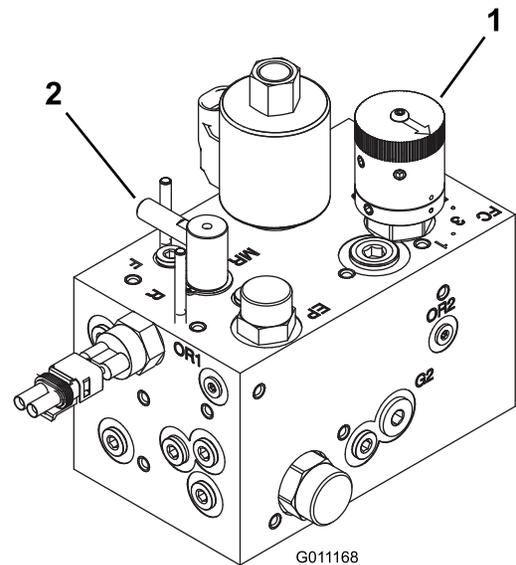

图46
2. 将滚刀速度控制旋钮图46转动至步骤 1 中确定的数字。